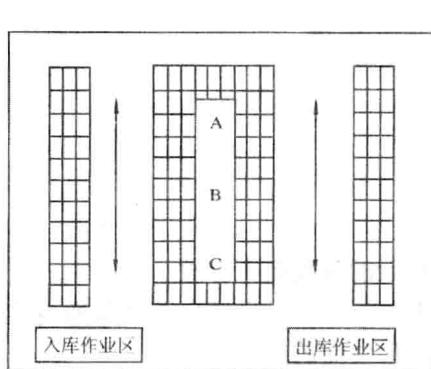

图1-4 纵列式布局
2) 纵列式布局(见图1-4)是指货垛或货架的长度方向于仓库侧墙平行。其主要优点有可以根据库存货物在库时间的不同和进出频繁程度安排货位；在库时间短、进出库频繁的货物放置在主通道两侧；在库时间长、进出库不频繁的货物放置在里侧。